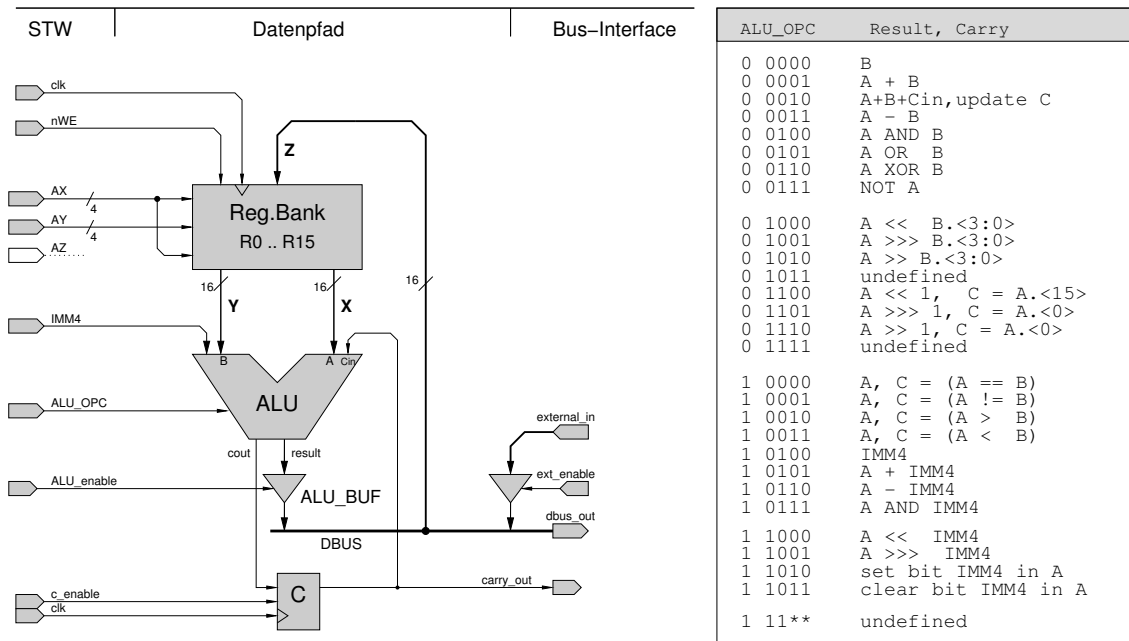

Abbildung 4: Datenpfad des D-CORE Prozessors: Registerbank, zentrale ALU und Carry-Flag. Adressen, ALU-Opcode und Takte werden später vom Steuerwerk geliefert.
Was die ALU, die wir für unseren Prozessor verwenden, kann, zeigt die Tabelle aus Abbildung 4. Dabei werden die fünf Bits 12 bis 8 des Befehlswords (siehe Seite 3 und 4) später direkt als ALU-Opcode verwendet. Man beachte dabei noch, dass ">>>" einen **logischen** Shift bezeichnet (Nullen werden nachgeschoben), ">>" dagegen einen **arithmetischen** Shift (das ganz links stehende 'Vorzeichen'-Bit 15 ändert sich nicht). Beispiel:  $(1000)_2 \ggg 1 = (0100)_2$  aber  $(1000)_2 \gg 1 = (1100)_2$ . Mit den Befehlen 'Set bit' und 'Clear Bit' kann man genau ein Bit im Operanden A setzen bzw. löschen.
Die in Abbildung 4 neben der Tabelle gezeigte Teilschaltung unseres D-CORE-Prozessors ist für eine moderne Registermaschine typisch. Kernstück ist die Registerbank, in der die Universalregister untergebracht sind. Die Inhalte der über die *Adressports* AX und AY ausgewählten Register werden auf den *Leseports* X und Y dauernd ausgegeben. Sofern die *write-enable* Leitung aktiviert (low!) ist, wird mit der Vorderflanke von *clk* der gerade am *Schreibport* Z anliegende Wert in das über AZ adressierte Register geschrieben.
**Aufgabe 4.7: Initialisierung der Register** Öffnen Sie das Hades-Design datapath.hds. Es enthält die Registerbank, das Carry-Register und die ALU. Außerdem sind die Kontrollsignale der Register und der ALU direkt mit Schaltern verbunden und können interaktiv bedient werden. Für die möglichen Operationen, die die ALU ausführen kann, sei noch einmal auf Abbildung 4 verwiesen.